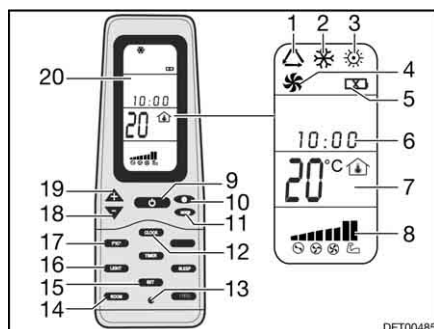

Bild 176 Fjärrstyrning
- Tryck på knappen ON/OFF (Bild 176,9).
- Tryck så många gånger på knappen "Mode" (Bild 176,11) tills önskad driftstyp (Bild 176,1, 2, 3 eller 4) visas på displayen (Bild 176,20).
- Ställ in önskad temperatur med knapparna "+" (Bild 176,19) och "-" (Bild 176,18).
- Med knappen Fläktvarvtal (Bild 176,10) väljs önskad fläktkapacitet.